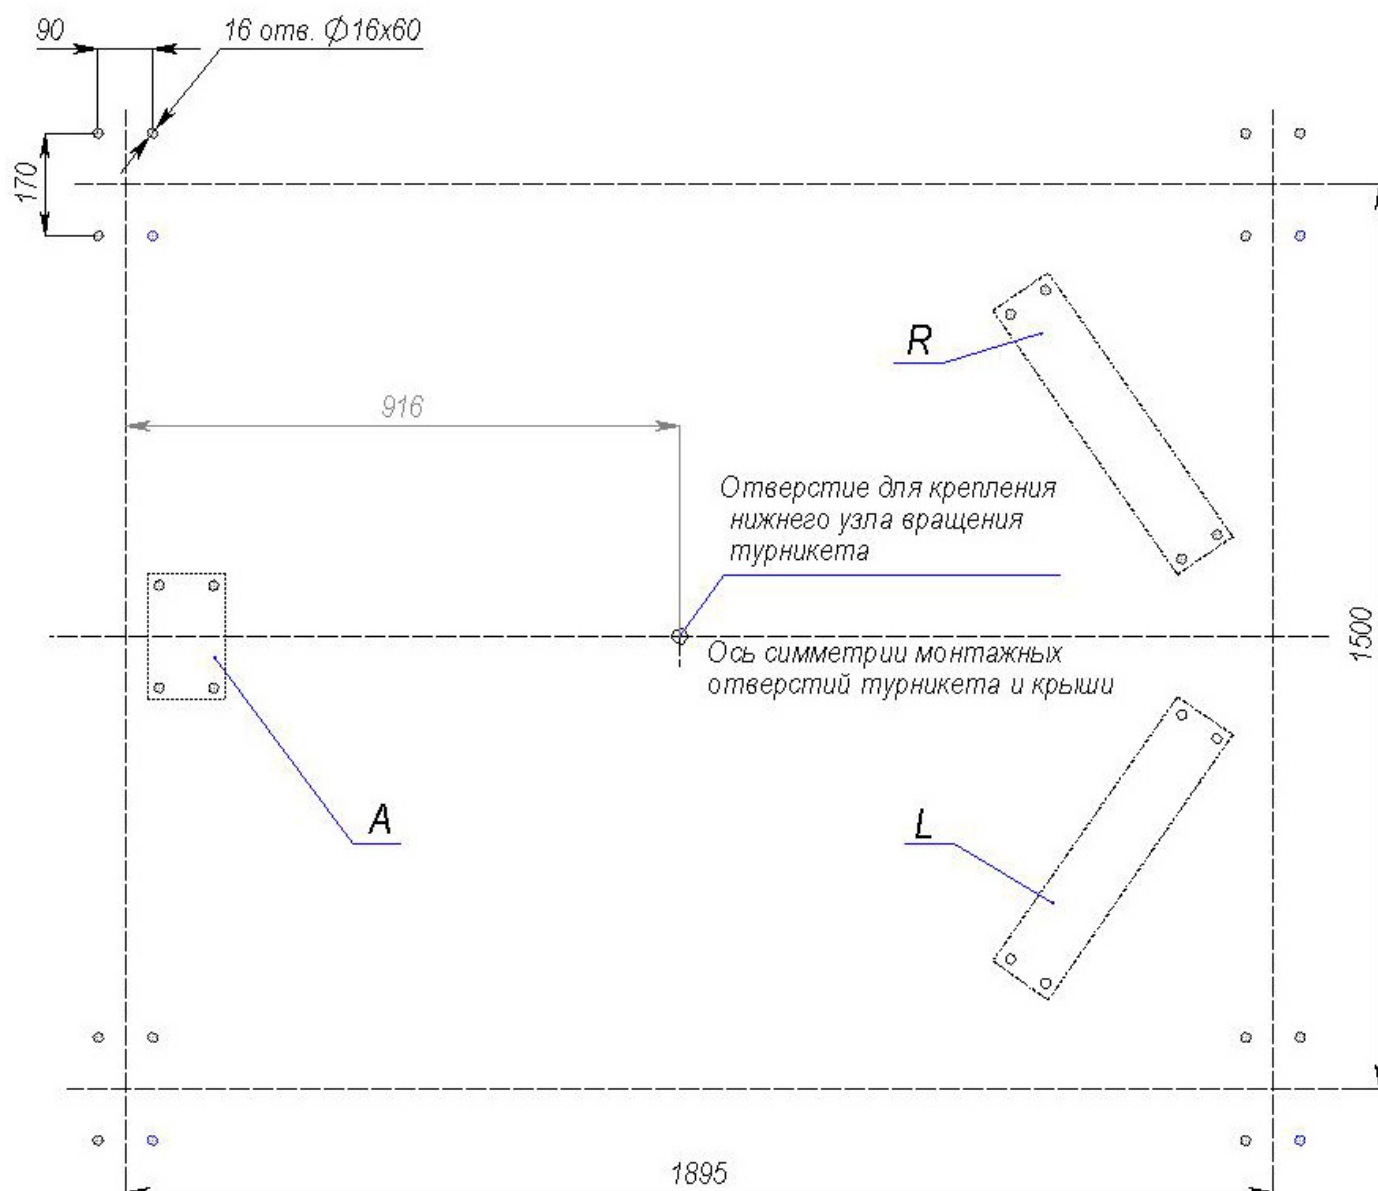
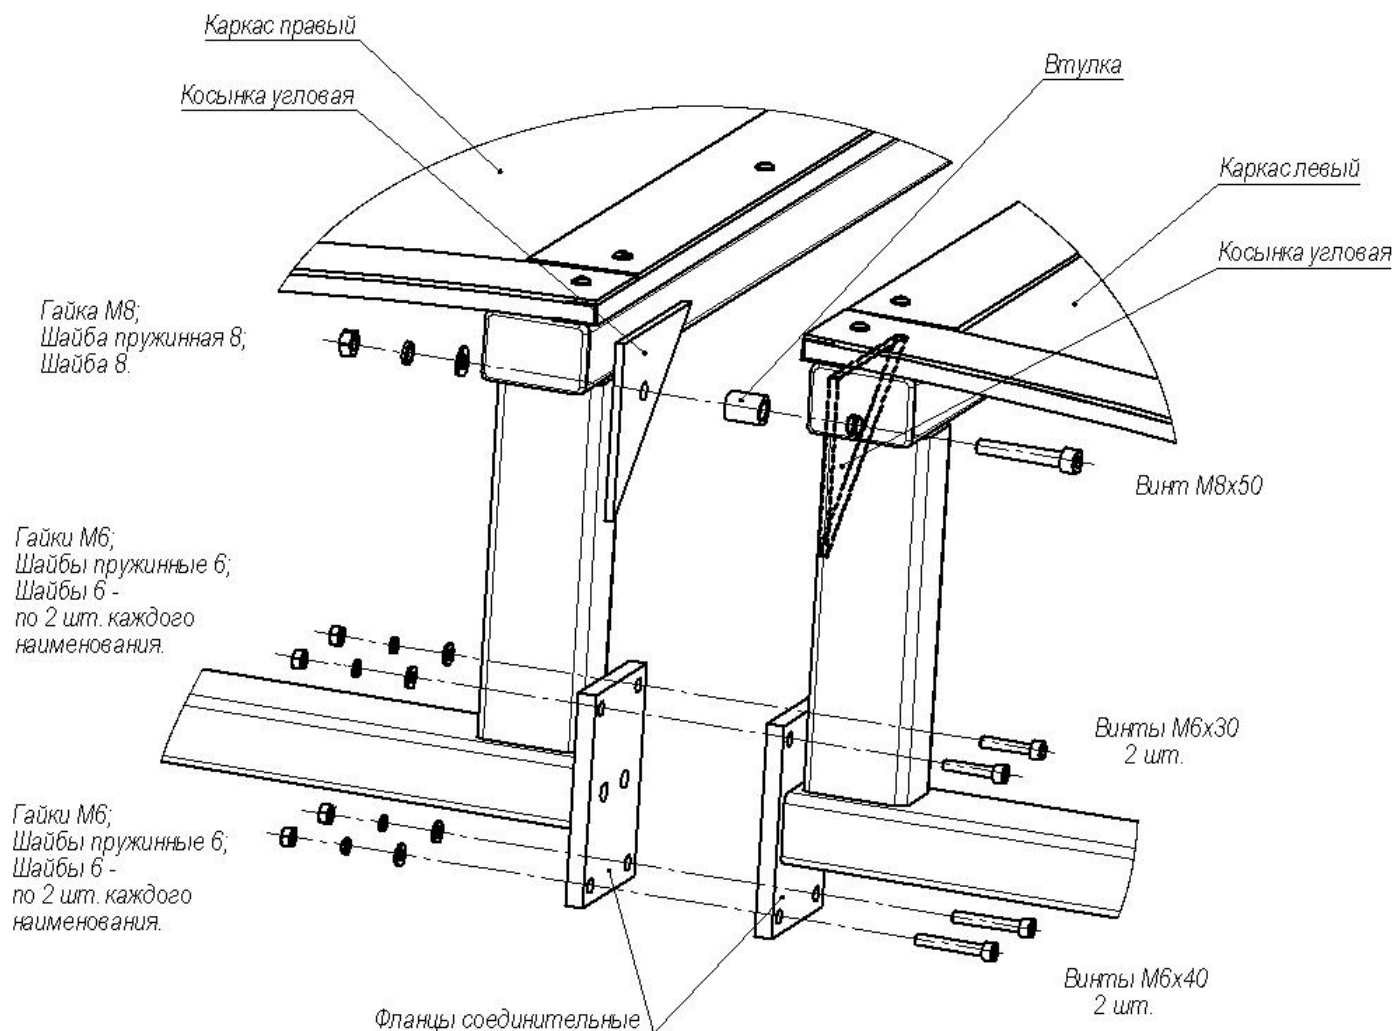
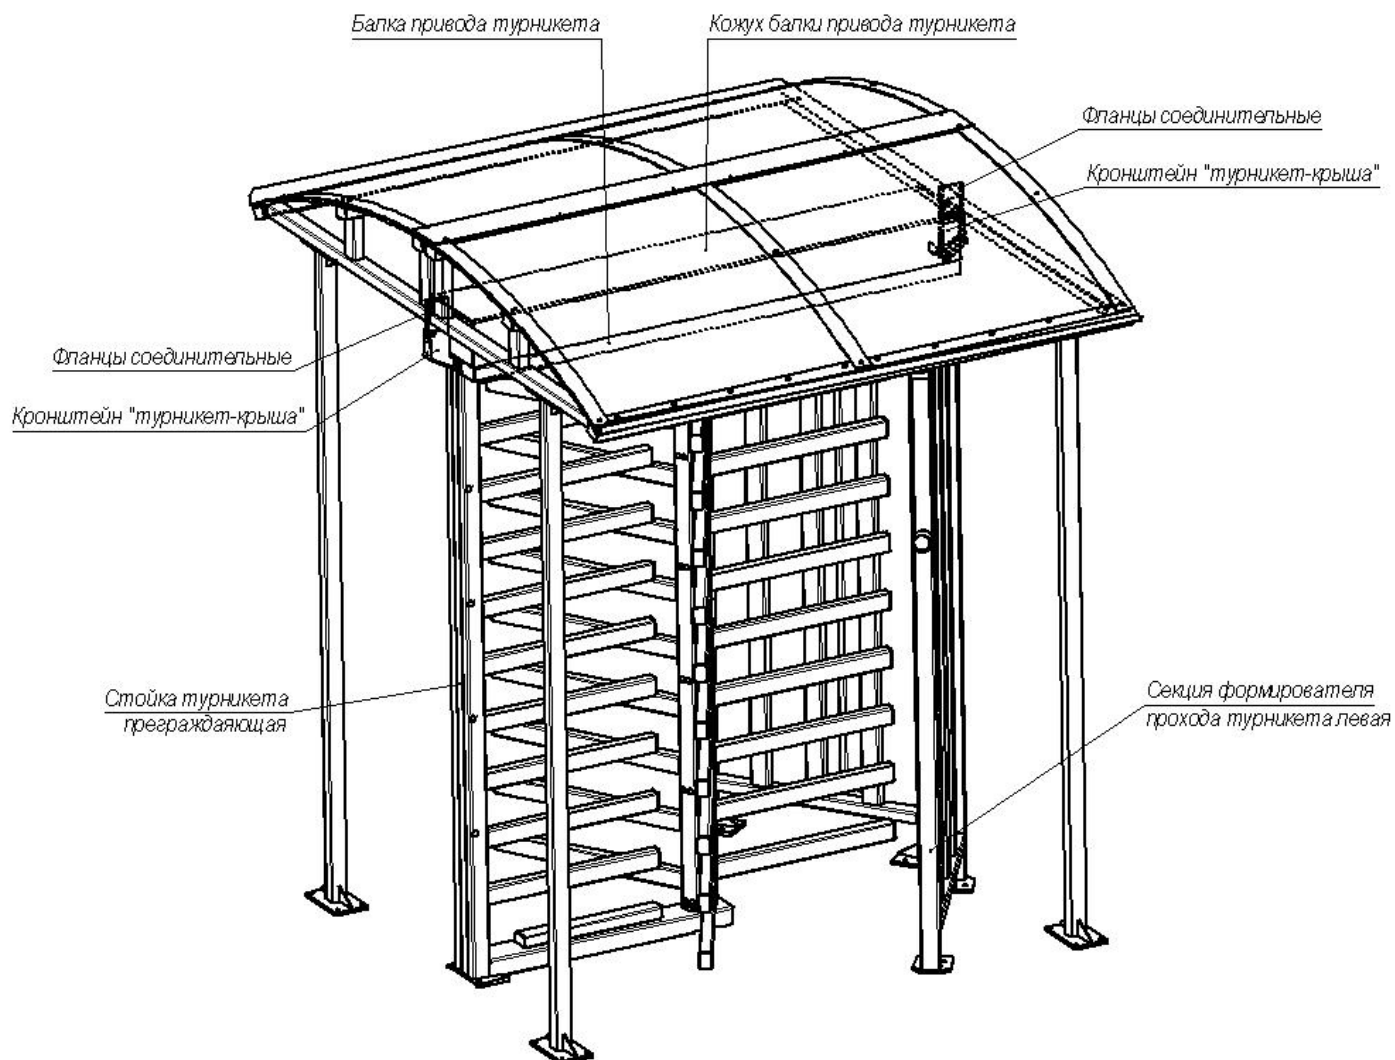

Рисунок 3 – Схема разметки отверстий для крепления стоек (3) крыши относительно отверстий для крепления турникета:
Рисунок 4 – Схема соединения каркасов правого (1) и левого (2)
Рисунок 7 – Расположение кронштейнов «турникет-крыша» между фланцами соединительными (6) крыши и балкой привода турникета
^{*} Названия каркасов «правый» и «левый» даны условно и связаны с названием соответствующей секции формователя прохода турникета (см. рисунок 3), над которой расположен тот или иной каркас: «левым» называется каркас, устанавливаемый над левой секцией (см. рисунок 7), «правым» — устанавливаемый над правой секцией (см. *Руководство по эксплуатации турникета роторного полноростового PERCo-RTD-15*).
Примечание – Разметку отверстий для монтажа крыши выполняйте одновременно с разметкой отверстий для монтажа турникета, проводимой в соответствии с *Руководством по эксплуатации турникета роторного полноростового PERCo-RTD-15*. Оси симметрии монтажных отверстий турникета и крыши совпадают (см. рисунок 3).
8.2.7 Изнутри левого каркаса через отверстие в его угловой косынке проденьте винт *M8x45*, наденьте на винт втулку и вставьте его в отверстие угловой косынки правого каркаса (см. рисунок 4). Зафиксируйте винт изнутри правого каркаса гайкой *M8* с двумя шайбами.
- при эксплуатации крыши совместно с отдельно стоящим турникетом без ограждения прикрепите её к балке привода турникета двумя кронштейнами типа «*турникет-крыша*», устанавливаемыми с её обеих торцовых сторон (см. рисунок 7 и п. 8.2.15);
- со стороны преграждающей стойки турникета (рисунок 7) выверните из соединительных фланцев каркасов крыши два нижних винта *M6x40* с гайками и шайбами (рисунок 4);
8.2.16 Аналогичным образом установите кронштейн «турникет-крыша» со стороны секций формователя прохода турникета (рисунок 7).